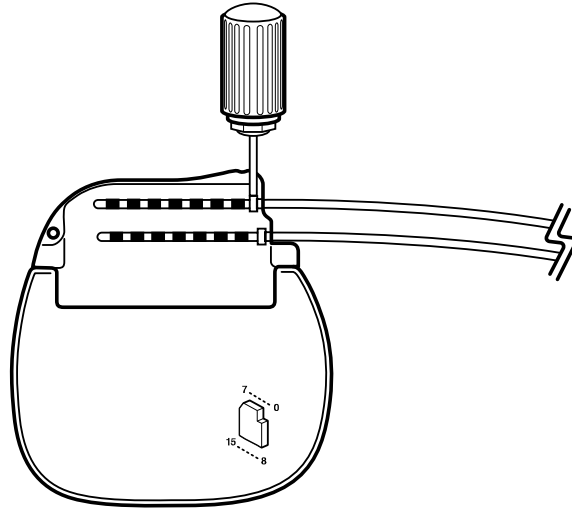

Figure 2. Serrage des vis dans la rondelle auto-bloquante.
4. Pour chaque extension, électrode ou connecteur, insérer à fond le tournevis dynamométrique (fourni avec le système de neurostimulation rechargeable) dans chaque rondelle auto-bloquante du bloc connecteur et serrer les vis (Figure 2).